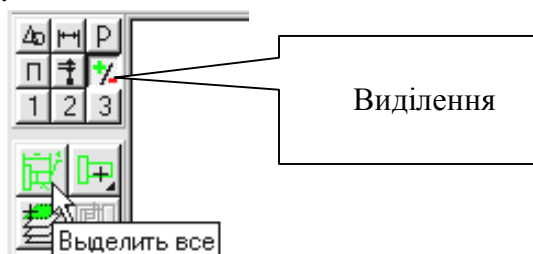

Рис. 5.10.
4. Відкрийте фрагмент виконаної пластини, рис. 4.32. Файл Пр 2, тип файлу *Фрагмент*. Натисніть кнопку *Виділення*. Активізуйте кнопку *Виділити все*, рис. 5.10.